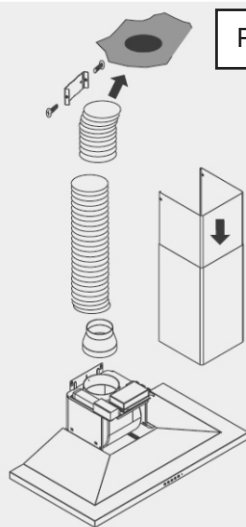

Рис.8
- Если диаметр дымохода 125 мм используйте прилагающийся в комплекте адаптер (рис. 8).
- Подготовьте выдвижную трубу так, чтобы отверстия под шурупы были видны (рис. 8).